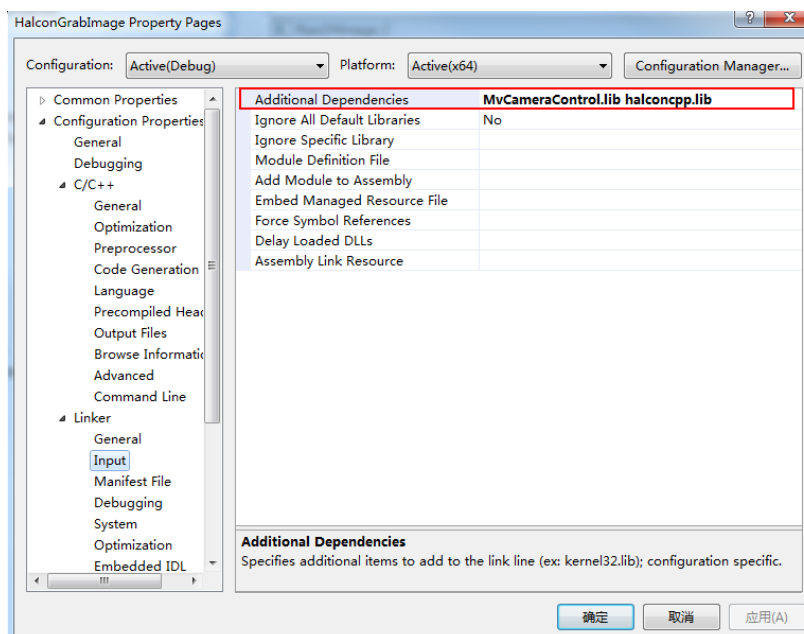
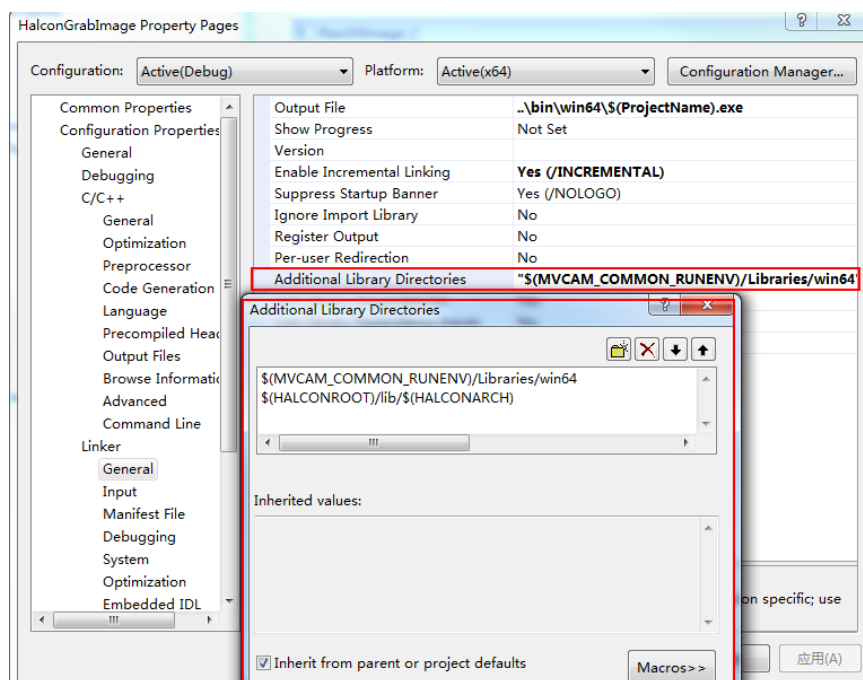

图3-8 加入 lib 文件
图3-9 加入头文件
2. 将 HALCON 和 C++的 SDK 头文件和 lib 文件加入到工程中,如图 3-8 和图 3-9 所示。